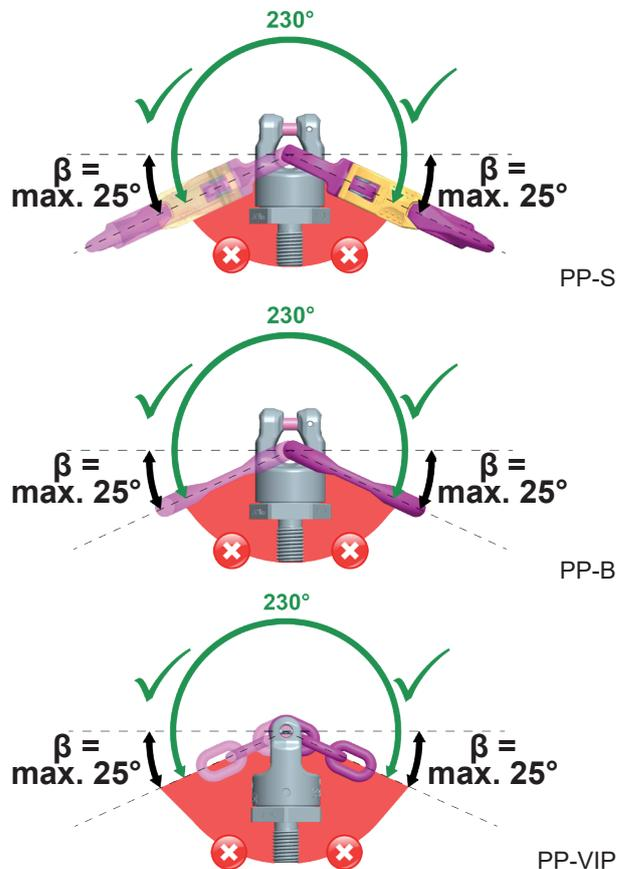

Abb. 5: Schwenkbereich / Belastungsbereich  $\beta = \max. 25^\circ$  negativer Winkel
- VIP-Oval-Glied/Haken/Kette von ausgerichteten PP kann um ca. 230° geschwenkt werden (Abb. 5).
Um die Tragfähigkeit (vgl. Tabelle 4) und Funktionalität zu gewährleisten, darf bei seitlicher Anbringung der Neigungswinkel von VIP-Oval-Glied/Haken/Kette maximal 25° betragen (vgl. Abb. 5).